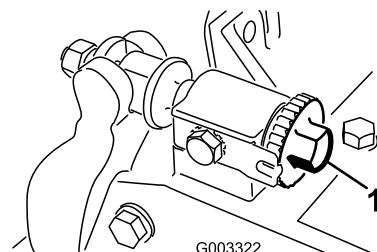

図 23
1. ベッドナイフ調整ノブ(図23)を左に回して、ベッドナイフとリールの接触を完全になくす。